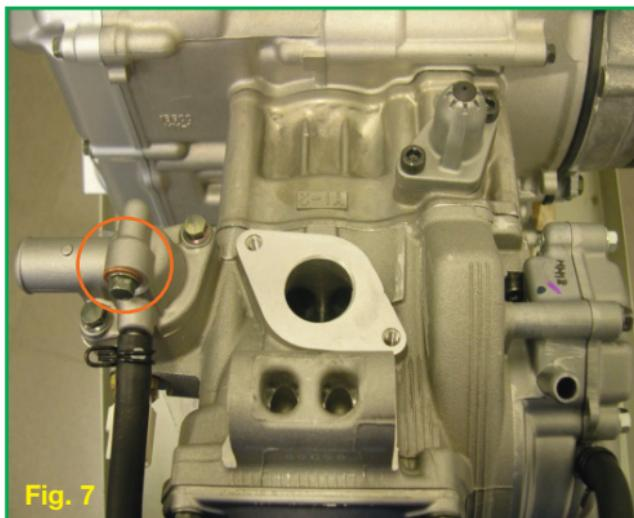

Fig. 7
2. Remplir le radiateur du liquide de refroidissement par le bouchon à pression comme indiqué dans le manuel d'utilisation et entretien du véhicule, puis desserrer la vis (Fig. 7) et purger l'air du circuit de refroidissement ; serrer la vis.
- Couper le contact, effectuer une nouvelle purge en desserrant l'écrou (Fig. 7).